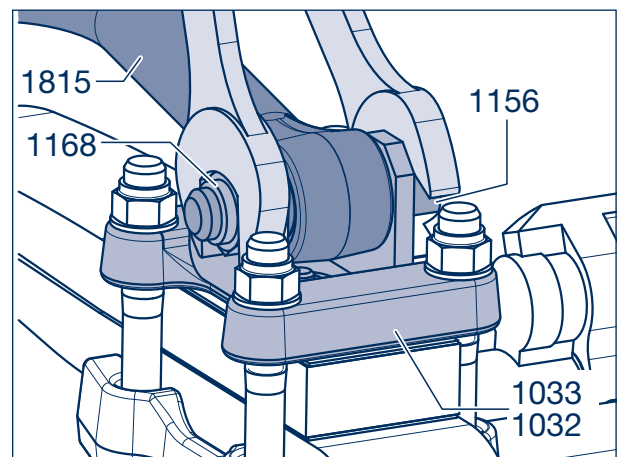

Bild 8
- [26] Sicherungsmuttern (1168) der Sechskantschrauben (1156) (Bild 8 und 12) mit dem vorgeschriebenen Anziehdrehmoment von **750 Nm** (700 - 825 Nm) anziehen.